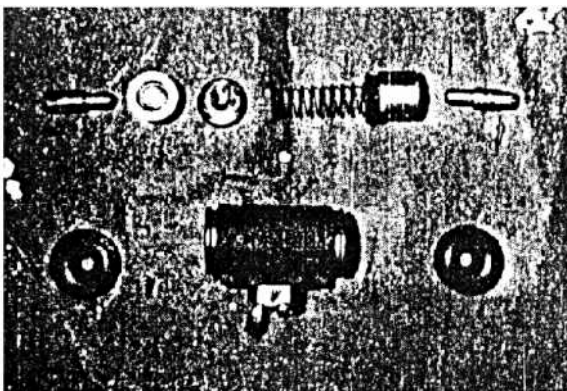

Рис. 8-15
(7) Снимите защитный кожух колесного цилиндра и извлеките все детали из цилиндра (рис. 8-15).